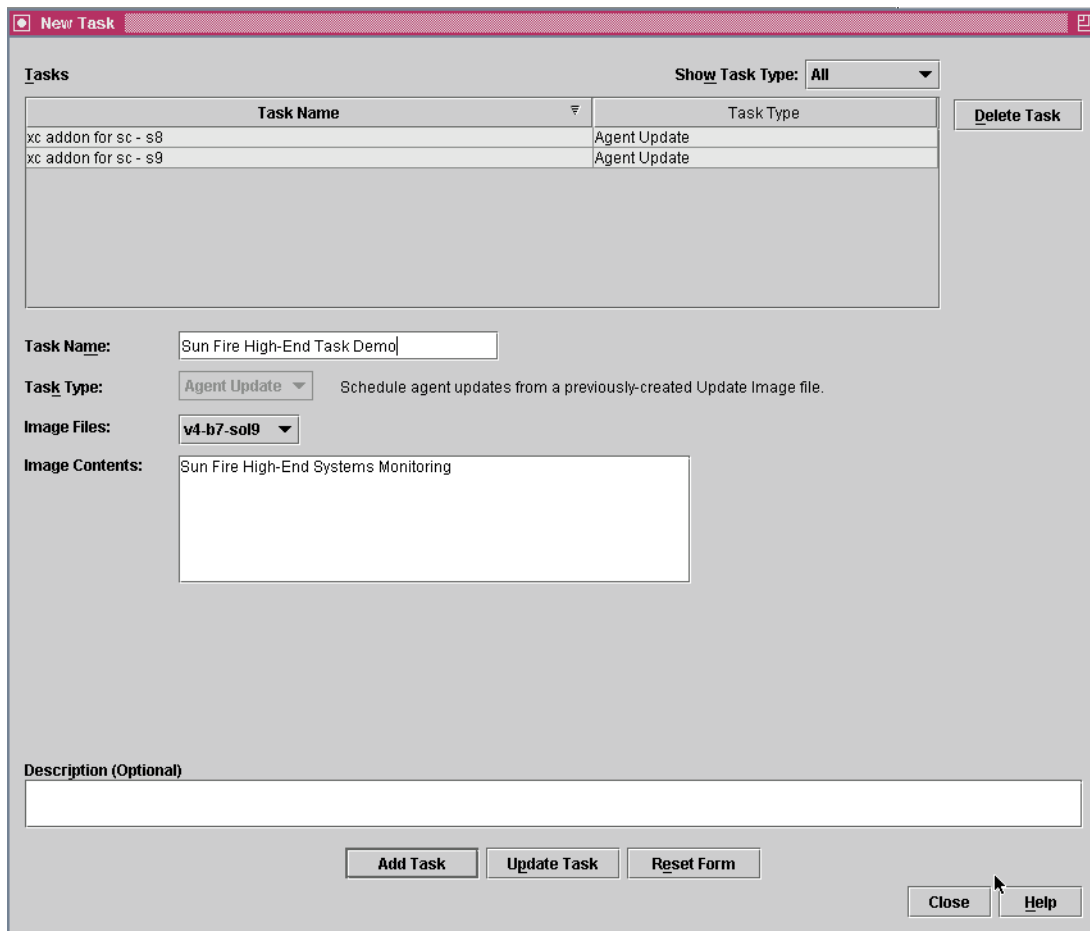

图 2-10 “New Task（新任务）”面板
3. 在 “Manage Jobs（管理作业）” 面板中，选择 “New Task...（新任务...）” 按钮。系统将显示 “New Task（新任务）” 面板（图 2-10），在此可指定即将分配的代理更新映像文件。
4. 在“New Task（新任务）”面板中（图 2-10），执行以下步骤：